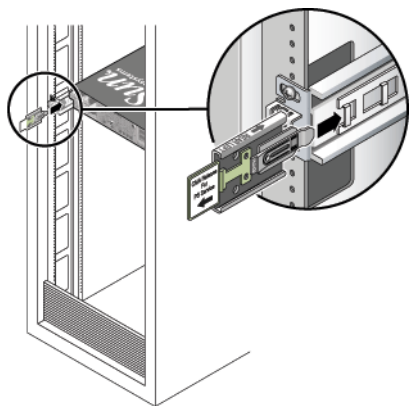

图 2-4 将 CMA 扩展滑轨插入左侧滑轨的后部
3. 找到 CMA 的扩展滑轨，然后将其插入左侧的滑轨，直到扩展滑轨锁定到位，这时可以听到“咔嗒”一声（图 2-4）。